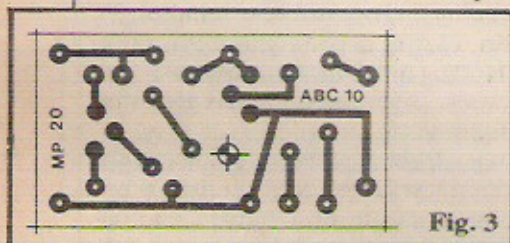

Fig. 3
- FIG. 3 - Lay out, em tamanho natural (é só copiar, diretamente...) do Circuito Impresso específico para a MP-20. O padrão de ilhas e pistas é simples e não muito "congestionado", facilitando a confecção mesmo por quem tem pouca prática. O importante é - reafirmamos - assegurar-se de que não há "curtos" ou falhas, ao final da confecção da placa. Se forem constatados tais defeitos, ainda antes dos componentes serem colocados, é fácil corrigir-se as irregularidades. Lembrem-se sempre: a placa é o substrato mecânico e elétrico do circuito e da sua perfeição depende o sucesso de qualquer montagem, por mais simples que seja...